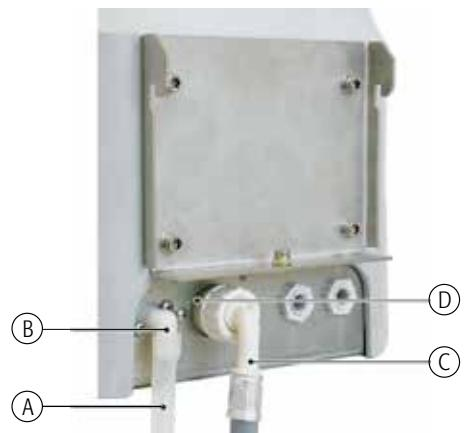

Fig. 2.b
N.B.: humiDisk muss in horizontaler Lage mit dem Luftfilter nach unten und vom Boden hochgehoben installiert werden (siehe. Fig. 2.c, 2.d, 2.e). Jede andere Position würde den korrekten Betrieb des Befeuchters beeinträchtigen.